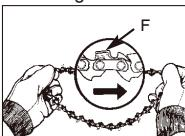

Fig. 3D
- Étendez la chaîne en tournant les bords tranchants (F) de la chaîne dans le SENS DE ROTATION (Fig. 3D).